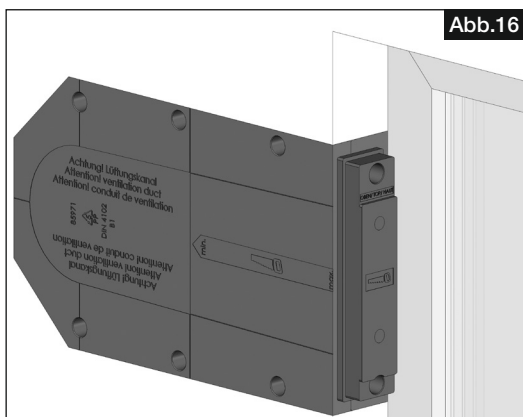

Abb.16
10. Umliegende Dämmplatten und Überdämmung anbringen (Abb. 16/17).